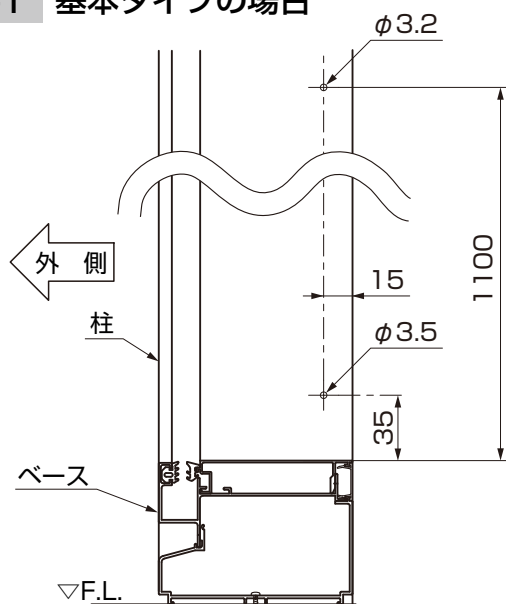
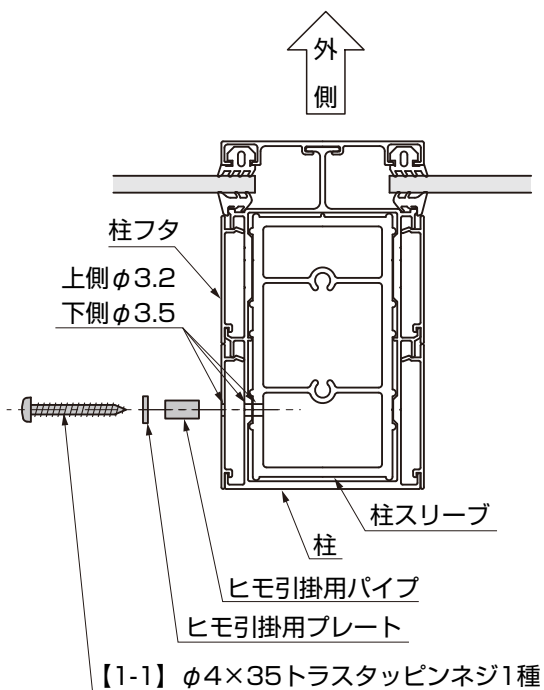

図3-1
図3-2
- ① 柱フタ、柱、柱スリーブに上側にはφ3.5、下側にはφ3.2の穴をあけてください。(図3-1、図3-2参照)
- ② ヒモ引掛用パイプ、ヒモ引掛用プレートを柱に、【1-1】で取付けてください。(図3-2参照)